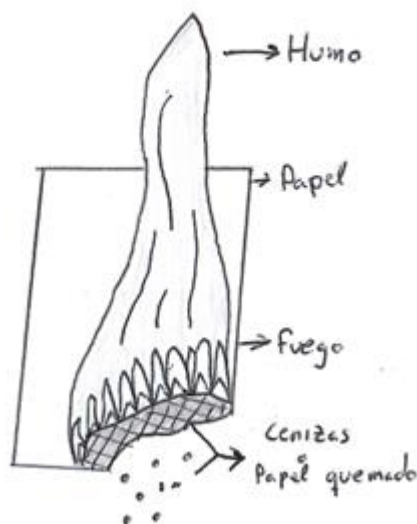

Figura 2: Ilustración de la combustión de un papel
7. a) Ilustra la combustión de un papel (figura 2)